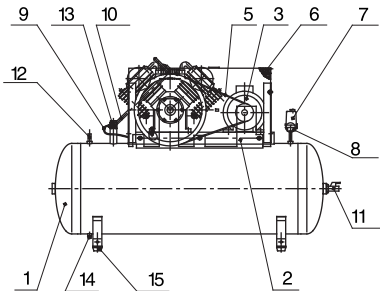

Рисунок 2 – Общее устройство компрессора с ременной передачей
- КОМПРЕССОР С РЕМЕННОЙ ПЕРЕДАЧЕЙ** (рис.2) состоит из следующих основных сборочных единиц и деталей: блока поршневого, ресивера (воздухосборника) 1, платформы 2, электродвигателя 3 со шкивом 4, клиновых ремней 5, защитного ограждения 6, телепрессостата 7, манометра 8, воздухопровода сброса давления 9, нагнетательного воздухопровода 10, крана 11, клапана предохранительного 12, клапана обратного 13, крана сливного 14, амортизаторов 15.